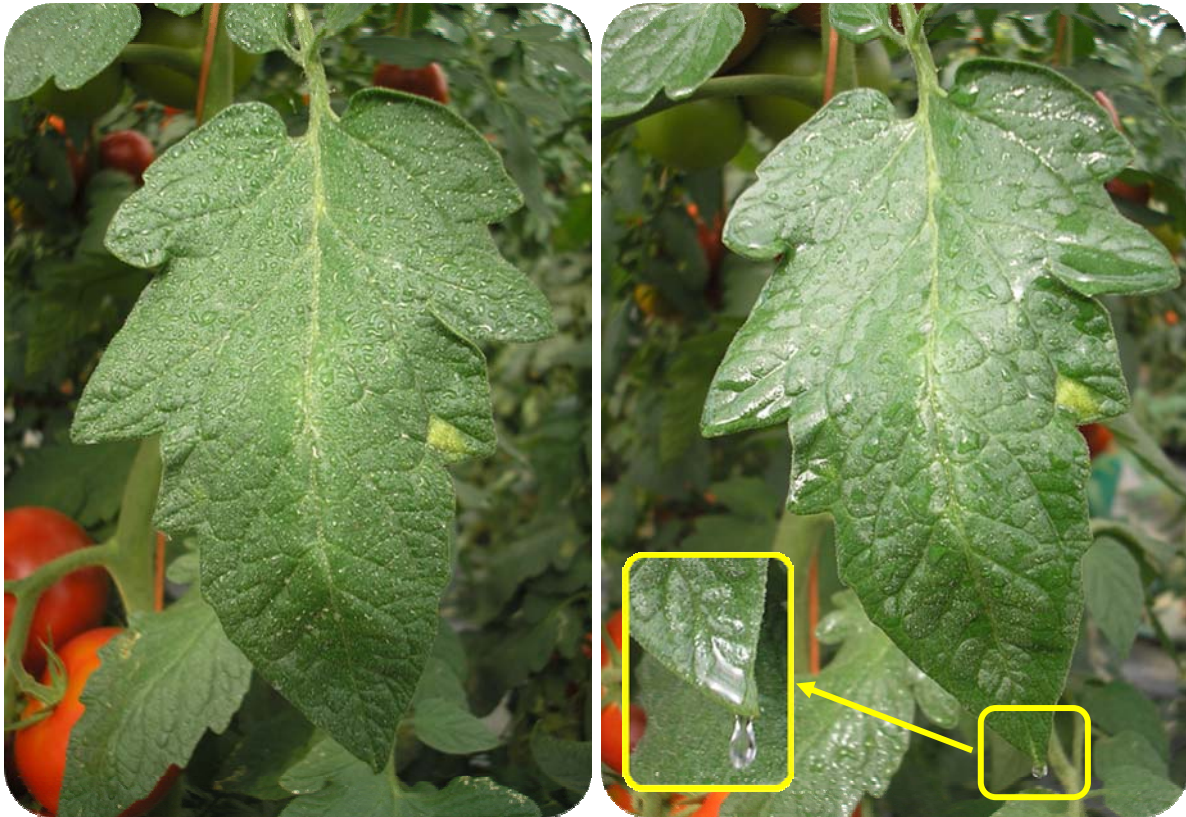

Figura 5. Pulverización correcta (derecha) / Sobrepasado el punto de goteo (izquierda)
*En todo caso hay que aplicar siempre por debajo del punto de goteo, momento en el cual el producto aplicado escurre por las hojas y se pierde (Figura 5). Este punto depende del estado de desarrollo del cultivo.